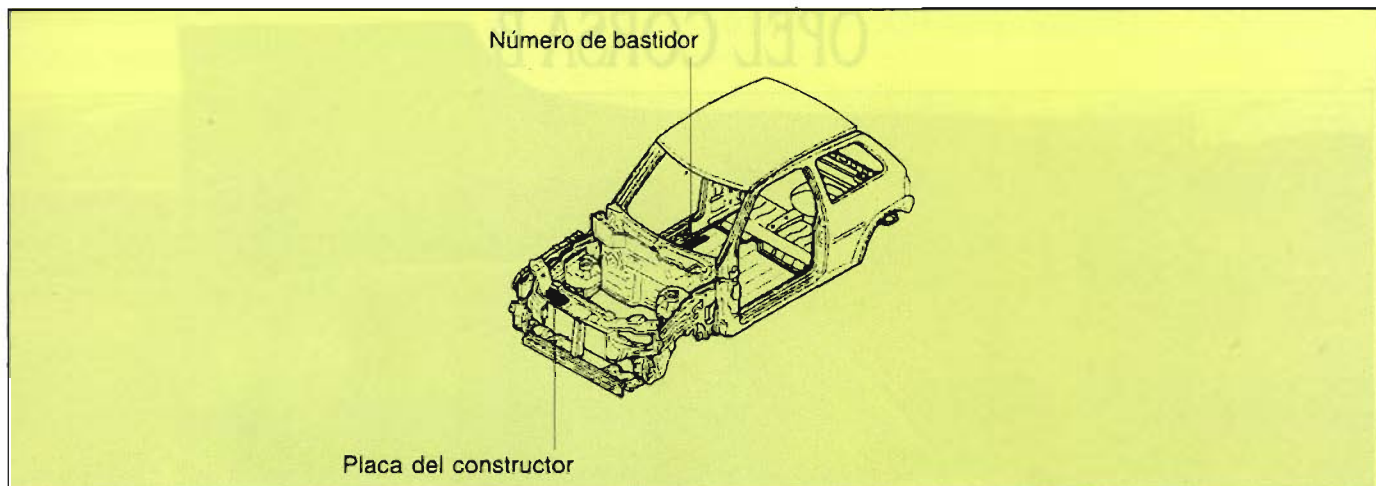
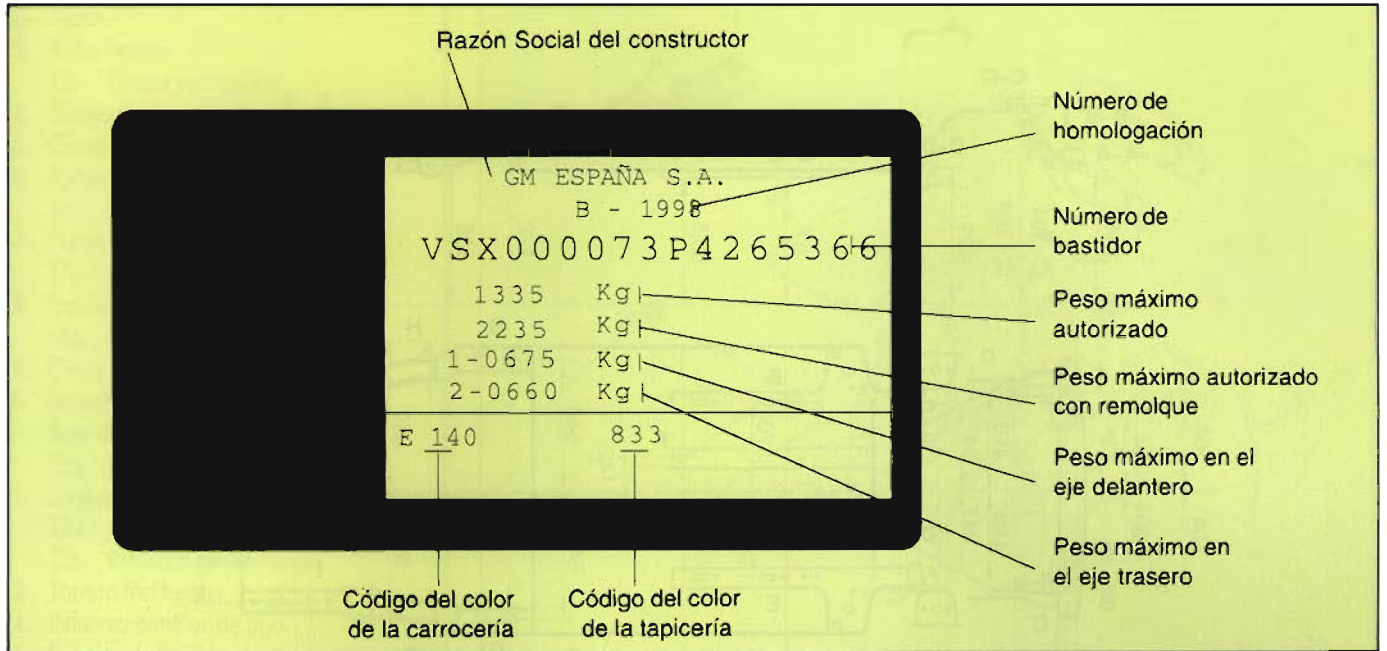

Figura 1. Situación de las placas de identificación del vehículo.
Figura 2. Placa del constructor.
Los características que identifican al vehículo se recogen, debidamente codificadas, en distintas placas situadas en la carrocería. En la figura 1 se indica la localización de estas placas.
• La placa del constructor se encuentra situada en el frente delantero, bajo el capó motor (figura 1). En la figura 2 se indica el significado de los distintos grupos alfanuméricos.